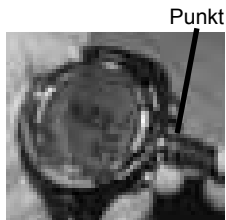

Abb. 175 - PCI-KABEL
- > Richten Sie die Stifte des Kabelsteckers in der Buchse des Datenports aus und drücken Sie den Stecker in den Port (Abb. 175).